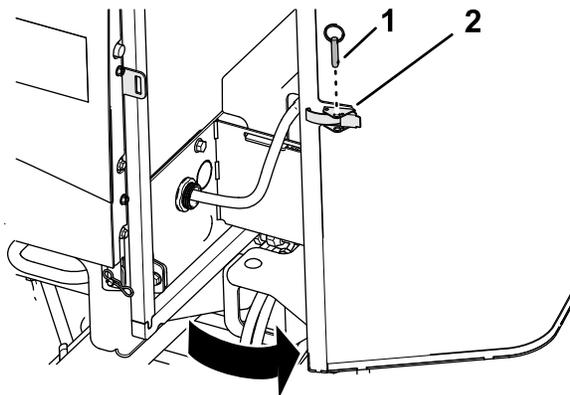

Figura 102
1. Rimuovete il perno a sfera dal fermo della griglia (Figura 102).